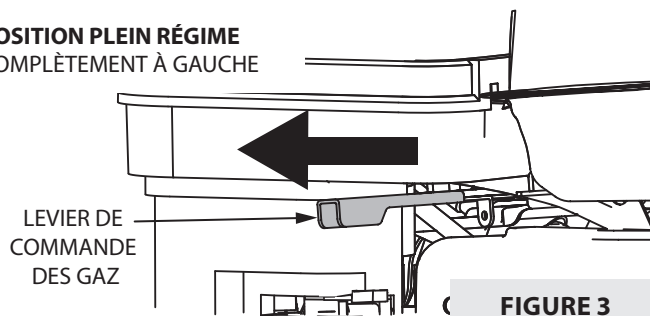

FIGURE 3
5. Mettre le levier de commande des gaz à mi-distance entre les positions de **PLEIN** et **BAS** régime. (Cela n'est pas nécessaire sur les modèles à commande des gaz fixe en position de plein régime.) **VOIR FIGURES 3 ET 4.**
12. Amener le levier de commande des gaz au régime souhaité. (Cela n'est pas nécessaire sur les modèles à commande des gaz fixe en position de plein régime.) **VOIR FIGURE 3.**